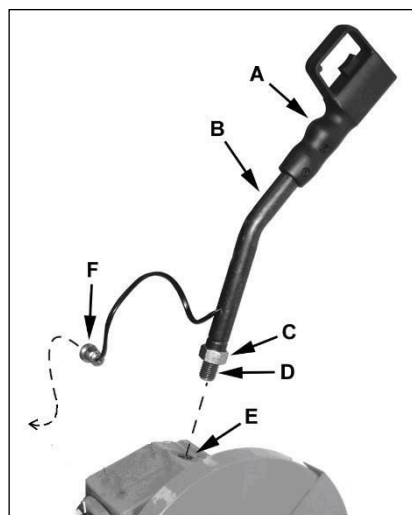

Рис.1
Завинтите резьбовую часть (D, Рис. 1) управляющей ручки (B) в резьбовое отверстие (E). Закрепите контргайку (C).
Загорится зеленая лампа подачи питания (Y). Запустить станок можно нажав пальцем пусковую кнопку на управляющей ручке (A, Рис.1).